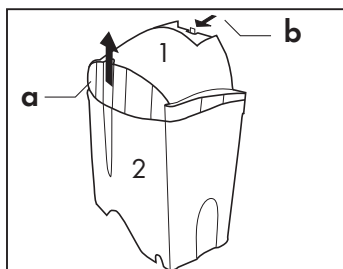

Abb. 3
- Deckel (1) des Schmutzwasserbehälters (2) folgendermaßen abnehmen:
- Verriegelungshacken (b) gegen den Behälter drücken. Abb. 3;
- Verriegelungshacken (a) drücken und gleichzeitig den Deckel (1) hochheben. Abb. 3.